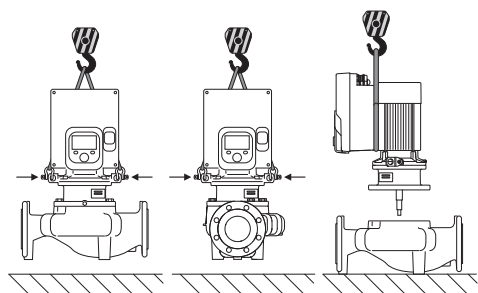

Fig. 6: Heberichtung mit vertikaler Motorwelle
Der Transport der Pumpe ist mit zugelassenen Lastaufnahmemitteln (Flaschenzug, Kran etc.) durchzuführen. Lastaufnahmemittel müssen an den am Motorflansch vorhandenen Transportösen befestigt werden. (Fig. 6, hier dargestellt: Heberichtung mit vertikaler Motorwelle).
2. Einstecksatz (Fig. 4) zur Absicherung mit geeigneten Hebmitteln an den Transportösen befestigen. Damit die Einheit nicht kippt, eine Gurtschleife gemäß Fig. 6 um Motor und Adapter des Elektronikmoduls herum legen. Beim Befestigen eine Beschädigung des Elektronikmoduls vermeiden.